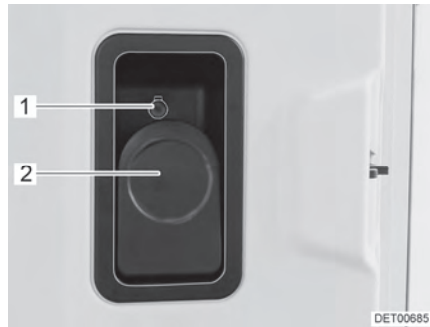

Bild 31 Dörrlås (ingångsdörr insida)
**Öppna:** ■ Drag i spaken (Bild 31,2).
**Låsa:** ■ Tryck in låsknappen (Bild 31,1).